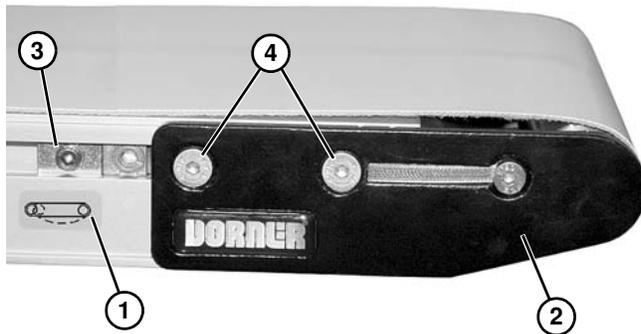

Figura 27
2. En el extremo tensor del transportador, identificado con  una etiqueta (**Figura 27, artículo 1**), empuje e inserte el conjunto de la placa del cabezal (**Figura 27, artículo 2**):
- a. En ambos lados del transportador, afloje y aleje los conjuntos de seguimiento de leva (**Figura 27, artículo 3**) (si se dispone de ellos) de las placas del cabezal.
- b. Afloje los tornillos de sujeción (**Figura 27, artículo 4**) y empuje hacia dentro el conjunto de la placa del cabezal.